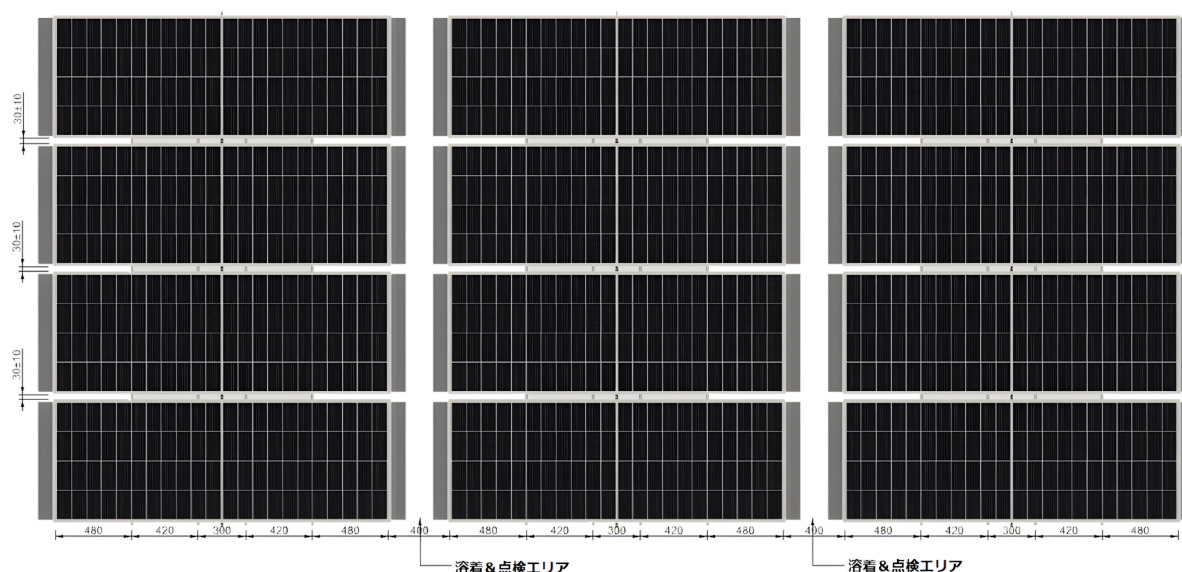

図 20
- 上記の手順に従い、各列の製品を順次設置し、すべての製品の設置が完了するまで繰り返します（図 20 参照）。